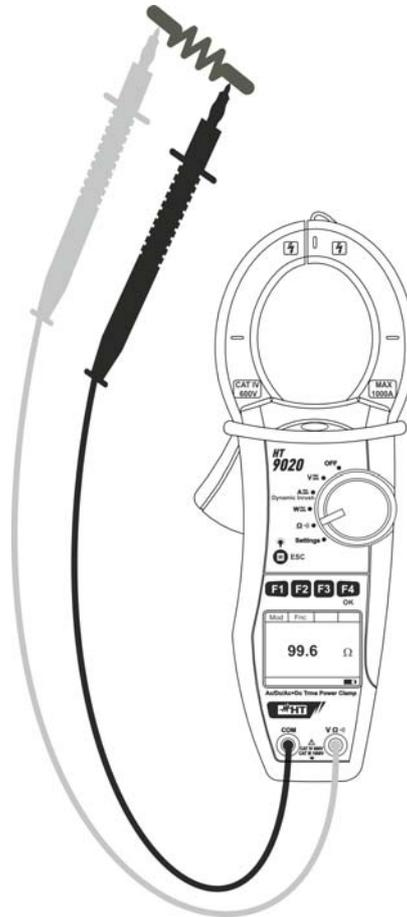

Fig. 13: Misura di resistenza e test continuità
4. Inserire il cavo rosso nel terminale di ingresso **VΩ**) e il cavo nero nel terminale di ingresso **COM** ed eseguire i collegamenti dello strumento (vedere Fig. 13)